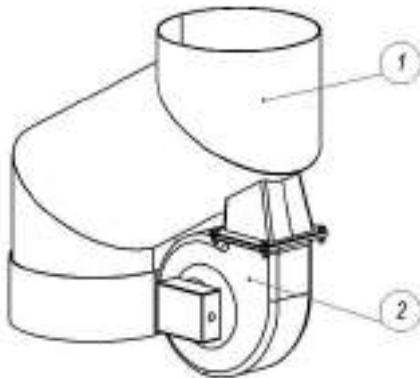

Рис.9
- е) Дымовой aspirатор (дымосос). (Рис.9).
Является дополнительной опцией, позволяющей увеличить тягу отводимых газов. Устанавливается в соответствии с Рис.9.